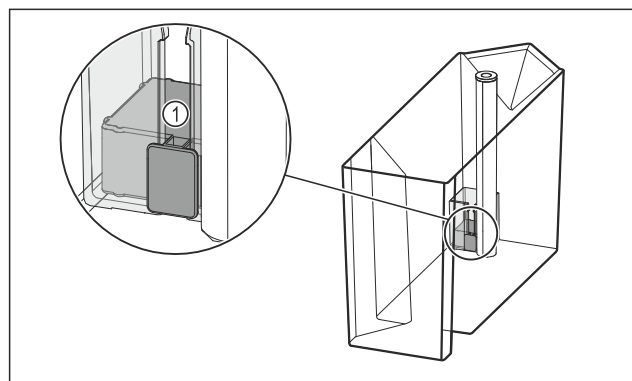

Fig. 98
- Controllare se il galleggiante Fig. 98 (1) è bloccato. Se il galleggiante è bloccato: